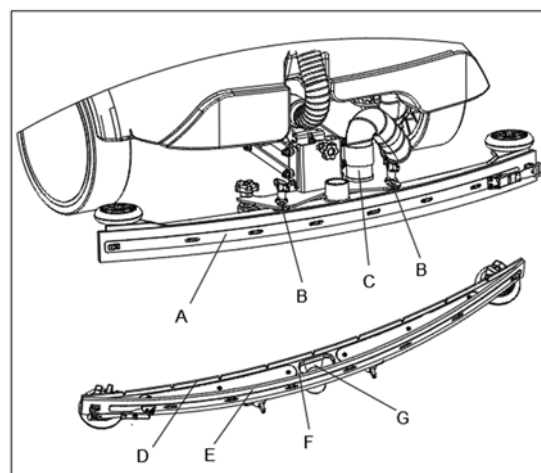

Figura 17
- Allentare le manopole (B, Figura 17) e rimuovere il tergitoro (A).
- Scollegare il tubo di aspirazione (C) dal tergitoro.
- Pulire il tergitoro di acciaio o alluminio (F Figura 17). Pulire in particolare gli scomparti (A) e il foro (G). Accertarsi dell'integrità della gomma anteriore (D) e della gomma posteriore (E) e che non siano presenti tagli o lacerazioni; sostituire se necessario (vedere la procedura al paragrafo successivo).